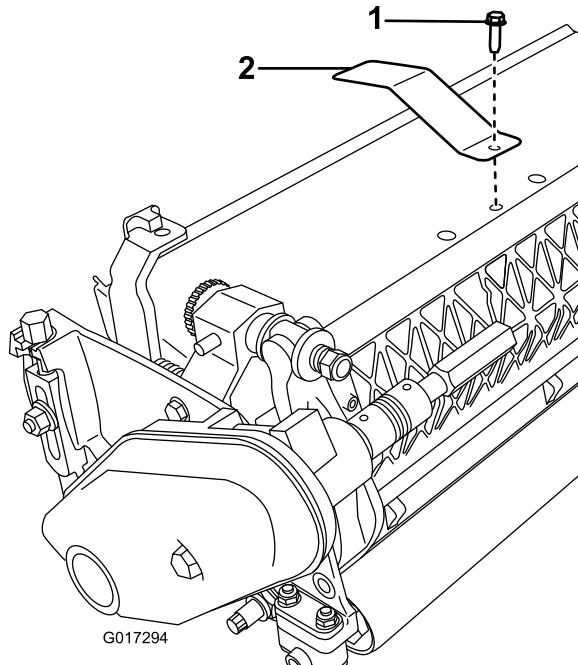

Bild 13
- Entfernen Sie die mittlere Grasschutzblechschraube (Bild 13).
- Befestigen Sie die Zielplatte mit der vorher entfernten Schraube oben am Mähwerk (unter der Kunststoffhaube) (Bild 13).